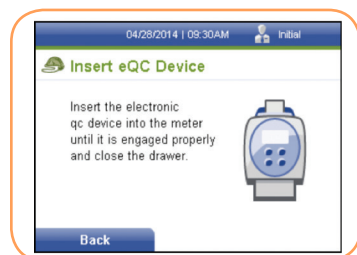

FIGURA 109
- Pulse la tecla programable derecha para seleccionar Procesar CCE (EQC). Se muestra la pantalla *Inserte el dispositivo CCE (EQC)* (Figura 109).